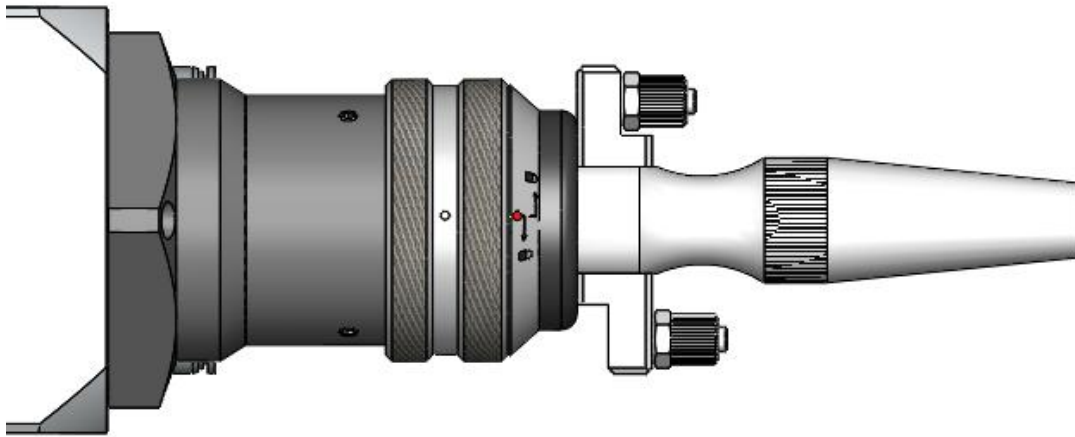

图1.9
- ⑤ 顺时针方向旋至极限位置（可以感觉到“噠”的一声），向上提起旋转螺母，再次顺时针旋转螺母直至压紧光纤头，将QBH连接器拧至锁紧状态（注意转到位即可，不要大力拧动，否则可能会损坏QBH内部结构）如下图1.9所示。